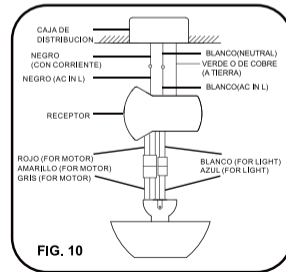

FIG. 10
Paso 4. Motor de cables del receptor conexiones eléctricas conectar las 4P - 4P para el motor / 2p - 2p para la luz / gris * gris para la señal desde el motor hasta el receptor. (Fig. 10)